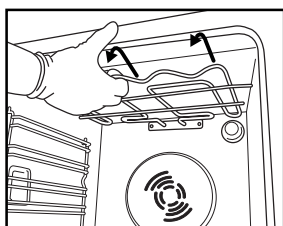
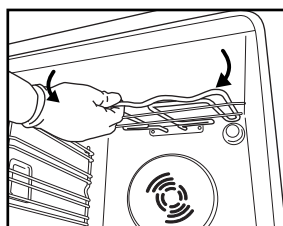

Fig. 4
Fig. 5
2. Puxe a resistência ligeiramente para fora (Fig. 4) e rebaixe-a (Fig. 5).